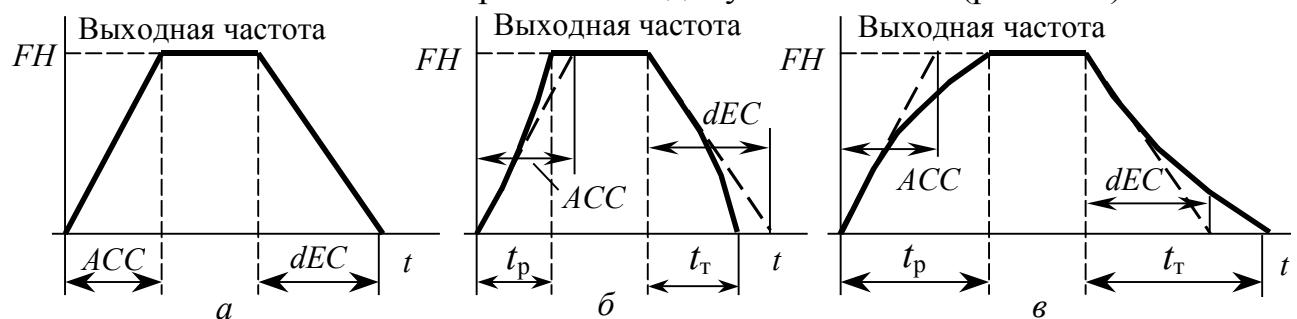

Рис. 5.3 Тахограммы разгона и торможения
Способ задания темпов ускорения и замедления определяется параметром AUI (меню AUF и главное меню): 0 – ручное задание; 1 – автоматическое; 2 – автоматическое только при ускорении. В первом случае темп разгона и замедления определяют параметры ACC (длительность разгона от нулевой частоты до максимальной FH) и dEC (длительность замедления от максимальной частоты FH до остановки), измеряемые в секундах (рис. 5.3а). Оба параметра расположены в меню AUF . Если заданы длительности разгона t_p и торможения t_t , а также начальные f_1 и конечные f_2 частоты, значения параметров ACC и dEC можно определить по формулам:
Если выбрана автоматическая адаптация темпов ($AUI=1$), то при малой нагрузке и наличии запаса по напряжению звена постоянного тока происходит автоматическое увеличение темпов по сравнению с первоначальными ACC и dEC (рис. 5.3б). При большой нагрузке, наоборот, темпы снижаются в сравнении с первоначальными, благодаря чему предотвращается перенапряжение в звене постоянного тока или превышение допустимого тока (рис. 5.3в).
- линейный, как на рис. 5.3а ($F502=0$);